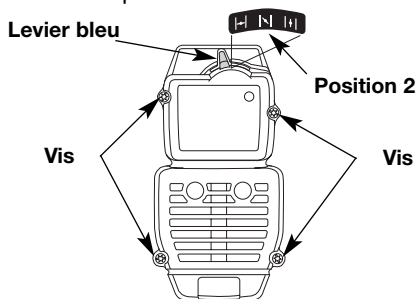

Fig. 21
**REMARQUE:** pour enlever le couvercle du filtre à air/silencieux, le levier bleu doit être en Position 2 (Fig. 21).
2. Retirez les quatre (4) vis retenant le couvercle du filtre à air/silencieux (Fig. 21). Servez-vous d'un tournevis à mèche no. 20 Torx.
(Fig. 21) et vissez sans trop serrer.